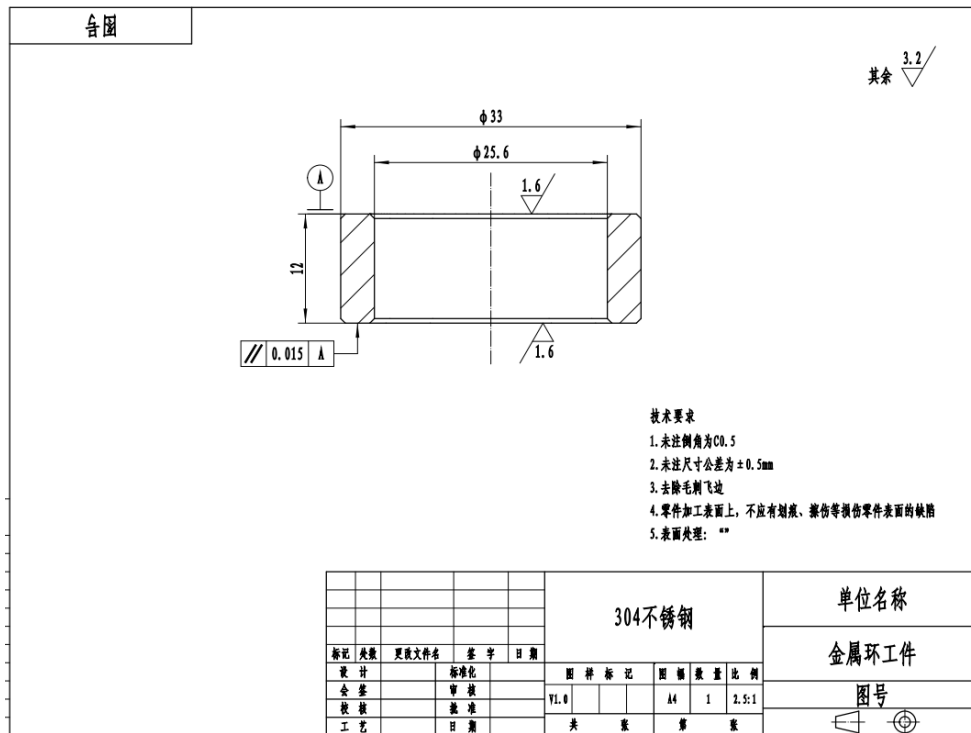

图 1-2 工程图图样
■零件工程图(如图 1-2 所示)绘制需满足以下要求:
- (1) 严格按第一角视图绘制零件工程图;
- (2) 零件的结构形状表达要完整;
- (3) 尺寸标注要齐全, 不可漏标;
- (4) 根据装配需要, 给出合适的加工尺寸公差;
- (5) 要明确加工工艺、表面处理、粗糙度等技术要求;
- (6) 所有字体采用宋体、字高 3mm;
- (7) 图框采用标准图框, 图框名称为“工程图图框”。标题栏要明确填写图幅、比例、图名、数量、零件材质;
- (8) 绘制完成后的零件工程图转换成 PDF 格式文件, 文件名称为“任务 1-工位号-零件名”, 存放在指定文件夹中。